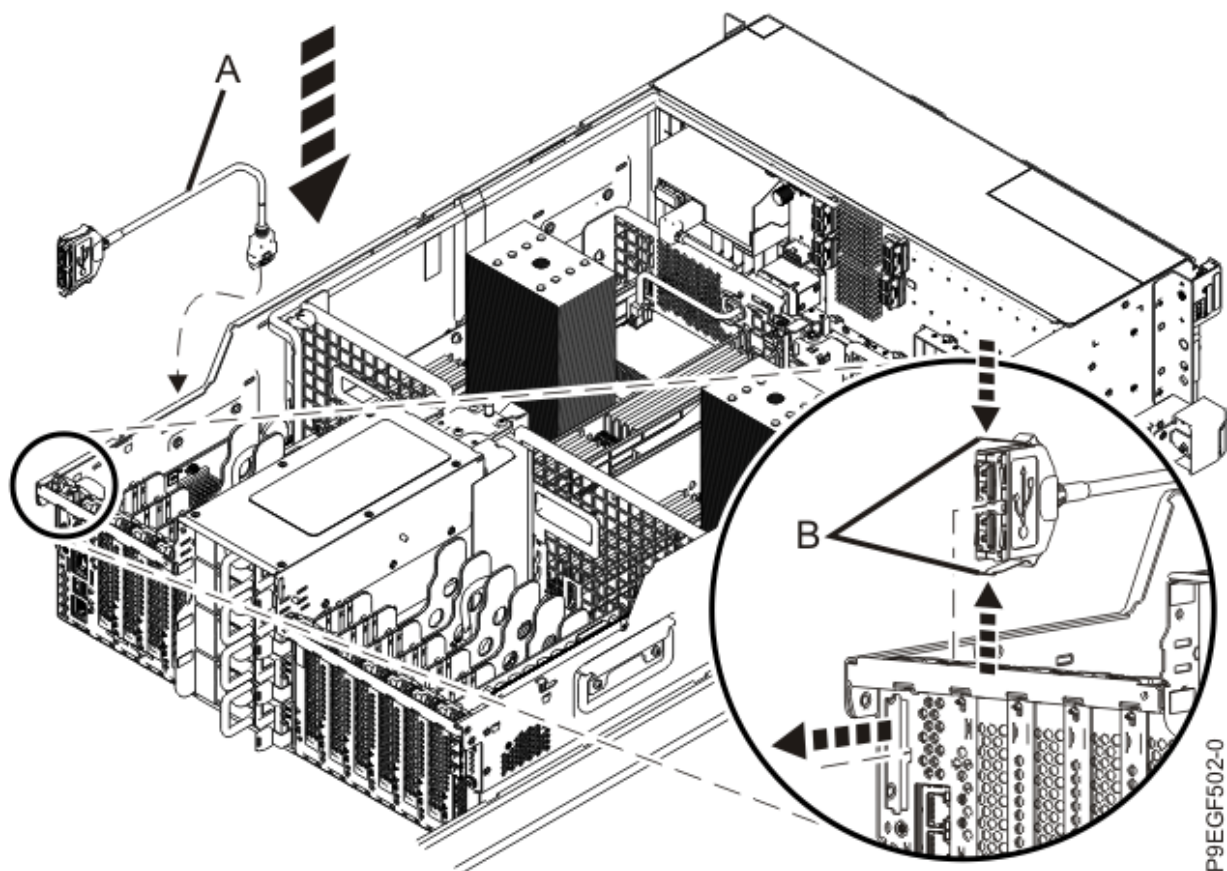

Figura 11. Colocación del cable USB posterior en el sistema
2. Inserte el cable USB posterior **(A)** en el orificio de la parte posterior del sistema, presionando las pestañas **(B)**, tal como se muestra en la Figura 11 en la página 14.